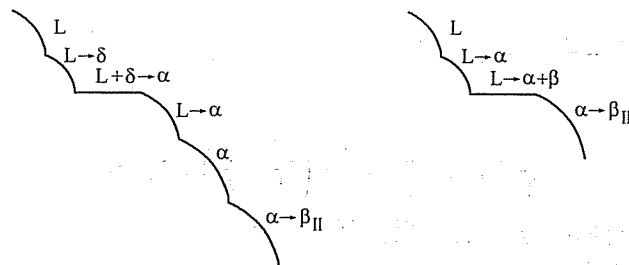

图 16-3 第三题第 1 小题解答图
(3) 分析略。如图 16-3 所示。
(4) 合金 I 相组成:  $w_{\alpha} = \frac{ec_1}{be} \times 100\%$ ;  $w_{\beta} = \frac{bc_1}{be} \times 100\%$ 。